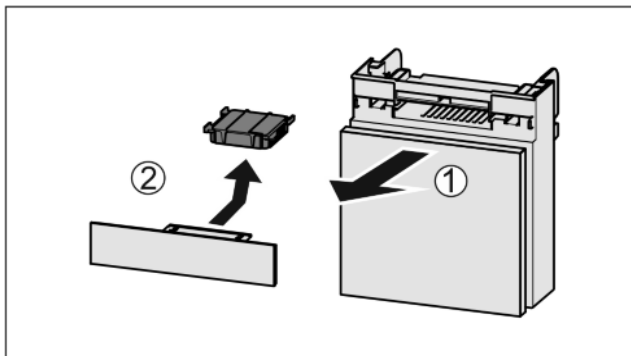

Fig. 53
- Vytiahnite zásuvku smerom dopredu Fig. 53 (1).
- Vyberte aktívny uhlíkový filter Fig. 53 (2).